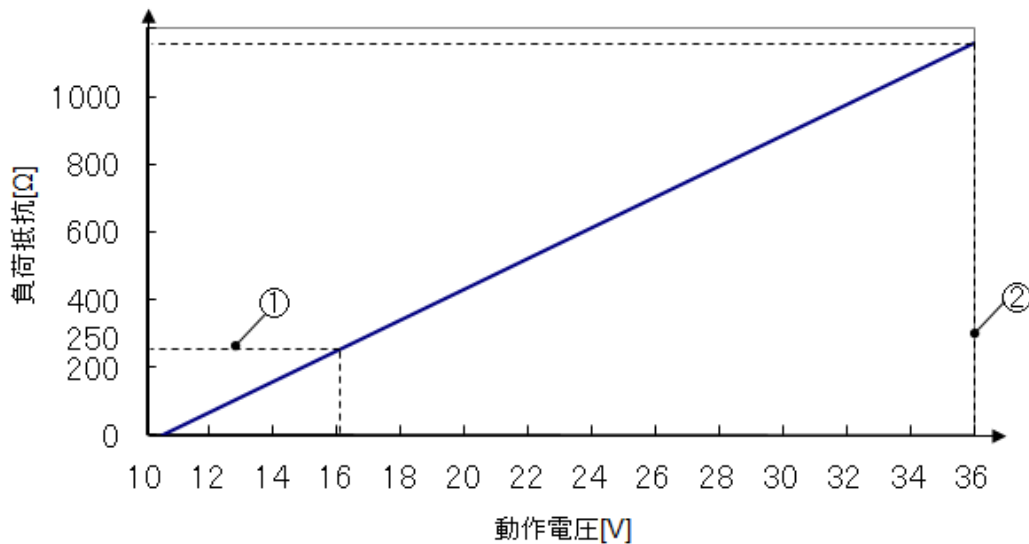

図 3. 3. 1 負荷抵抗と動作電圧
通常、HART モデムに使用される抵抗は 250Ω です。図 3. 3. 1 中の①で 250Ω 時の電圧 DC16V を示しています。